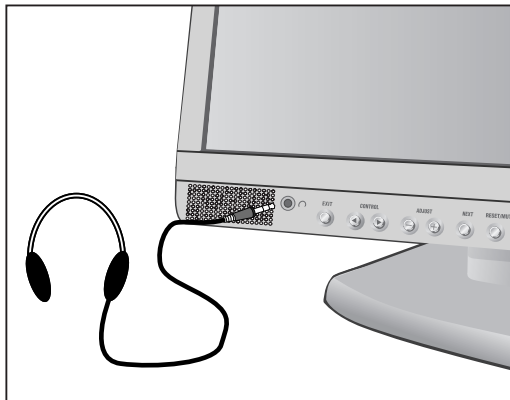

Figure E.1
5. Connectez une écouteur à "écouteur" fiche à devant le moniteur biseau marqué "☞" (Figure E.1). Lorsque la fiche du casque d'écoute est insérée dans la prise du casque d'écoute, les haut-parleurs sont débranchés automatiquement et le son se fait entendre à travers les écouteurs. Vous pouvez vous procurer une écouteur chez votre magasin d'électronique local.